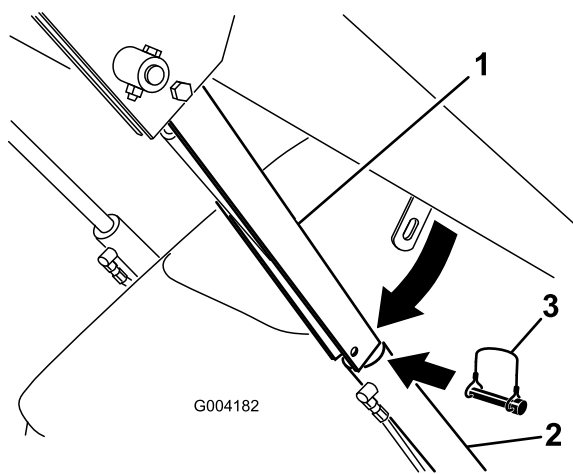

Bild 19
4. Entfernen Sie den Klapstecker, mit dem das Zylinderschloss am Hubarm befestigt ist (Bild 19).
- Senken Sie das Zylinderschloss über die Zylinderstange und befestigen Sie es mit dem Klapstecker (Bild 19).